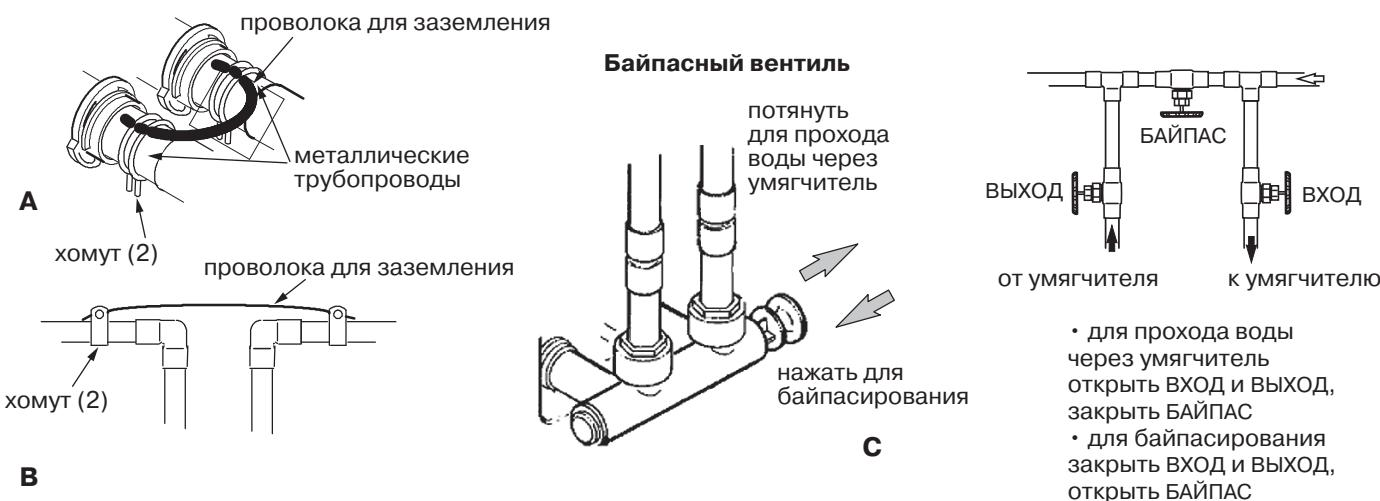

Рис. 4
- а) установите проволоку между концевиками аппарата, **рис. 4А.**
- б) установите провод сечением не менее 4 мм² на двух хомутах между трубами магистрали в месте разрыва, **рис. 4В.**
б) Переведите байпасную систему в положение байпаса, см. **рис. 4С.**